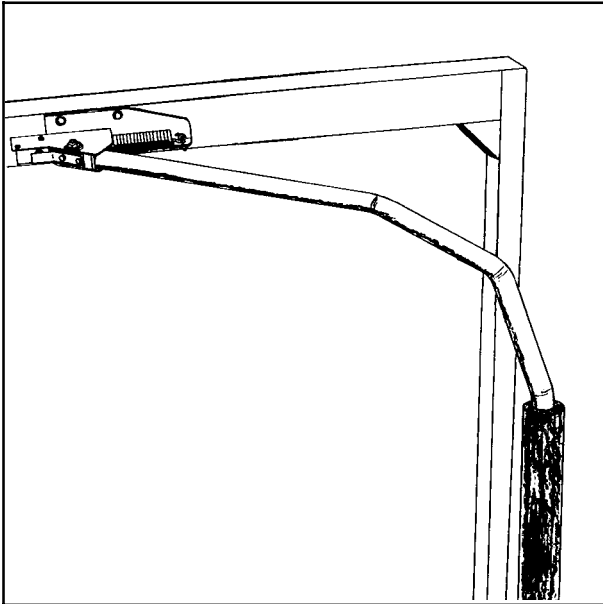

Fig. 5-1
- 5.4 Den består av en utløserbøyle som aktiverer en liten elektrisk bryter. Bryteren styrer en hydraulikk-ventil som åpner oljestrømmen til sveiva. (Se fig. 5-1). Straks strømkretsen brytes, stenges oljestrømmen, og sveiva stopper. Dette indikeres i telleverksboksens display ved at to punkter tennes.